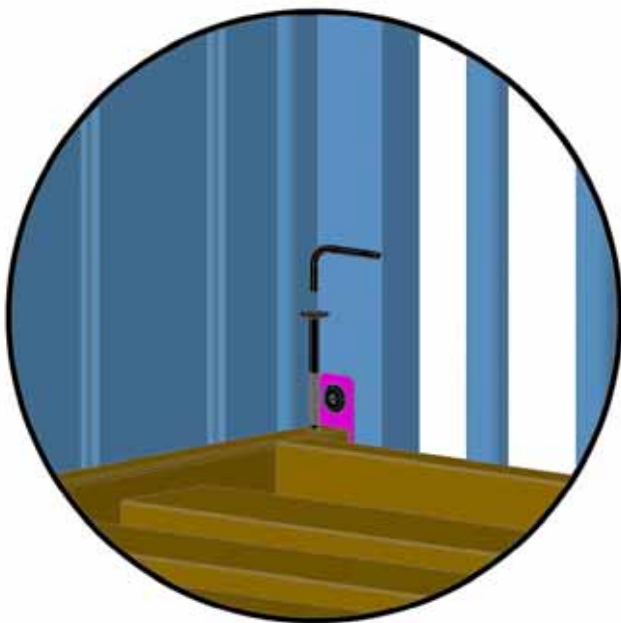

Figure 8.
- Placer la plate-forme du matelas sur les supports. (Avant d'insérer les boulons, s'assurer que la pochette contenant les instructions et l'étiquette d'avertissement sont orientées vers le haut et qu'elles sont lisibles (voir figure 8).
- La figure 8 illustre le lit bébé avec l'étiquette d'avertissement orientée vers l'avant du lit.